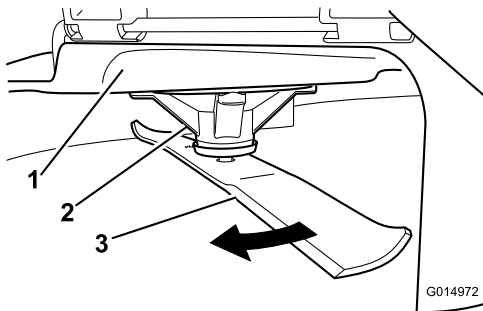

Figure 89
2. Enfilez des gants épais ou utilisez une autre protection adéquate pour les mains, et faites tourner la lame lentement jusqu'à une position permettant de mesurer la distance entre le tranchant et la surface plane sur laquelle se trouve la machine (Figure 89).